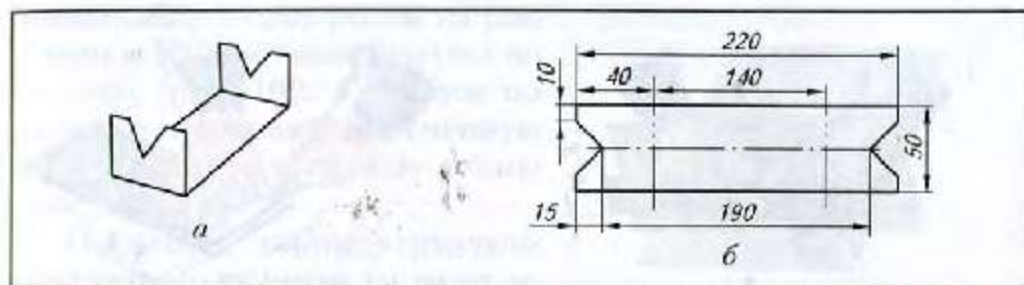

Рис. 108. Подставка под паяльник: *а* – технический рисунок; *б* – чертёж развёртки
Рассмотрим последовательность разметки на примере детали «подставка под паяльник» (рис. 108, 109).
2. Разрежьте размеченные ранее заготовки для хозяйственного совка (рис. 98), подставки под паяльник (рис. 108), воздушного винта (см. Приложение, рис. 175), номерка для двери квартиры (рис. 103) или детали своего проектного изделия.